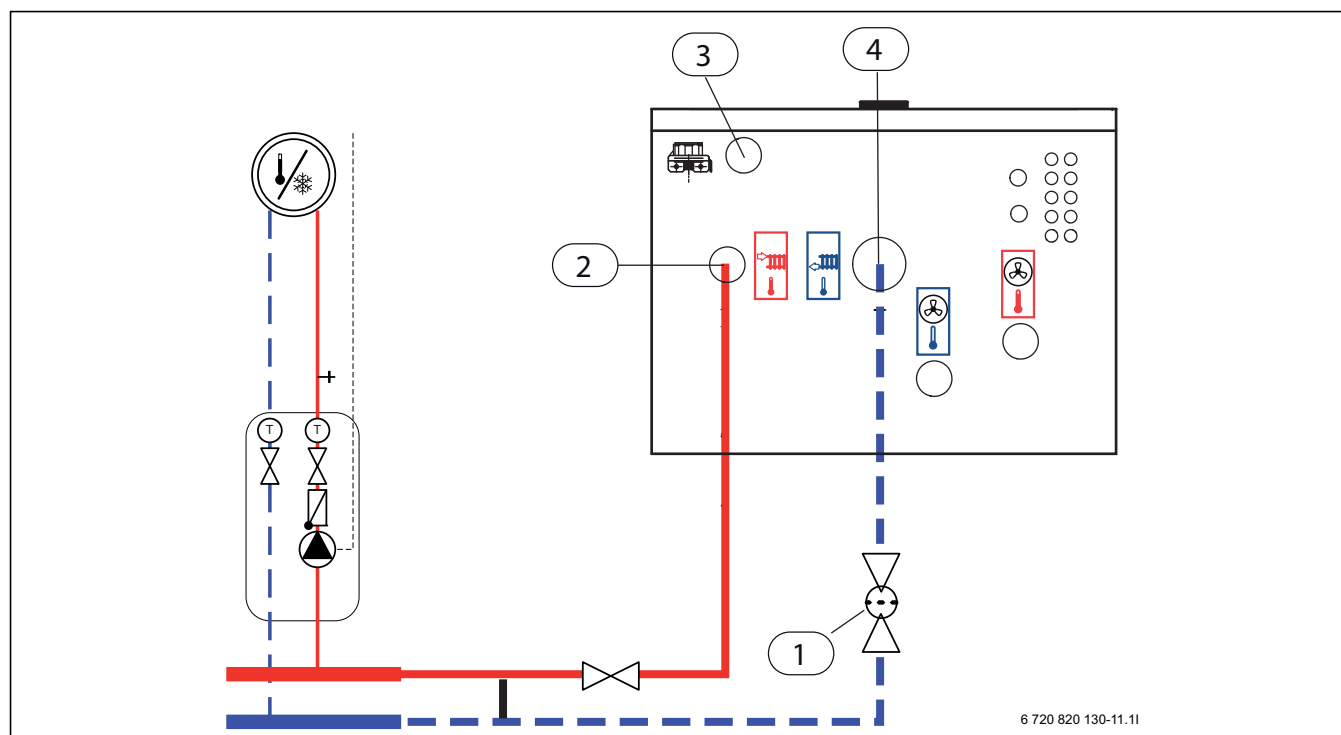

Рис. 33 Подключение внутреннего блока AWE с электрическим нагревателем к тепловому насосу и отопительной системе
- ▶ Проложите слив предохранительного клапана от [3], рис. 33, вниз в незамерзаемый сток.
- ▶ Подключите подающую линию отопительной системы к [4], рис. 33.
- ▶ Подключите подающую линию отопительной системы к [2], рис. 33.